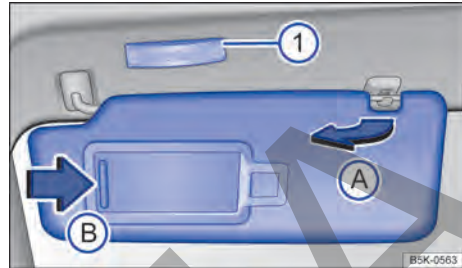

Fig. 81 Parasol.
- Retirar el parasol con cuidado del soporte sujetando la base de fijación y girar en la dirección de las puertas → fig. 81 A.
En el parasol plegado hacia abajo se encuentra un espejo de cortesía atrás de una cubierta. Al abrir la cubierta → fig. 81 B se enciende una luz **1**.